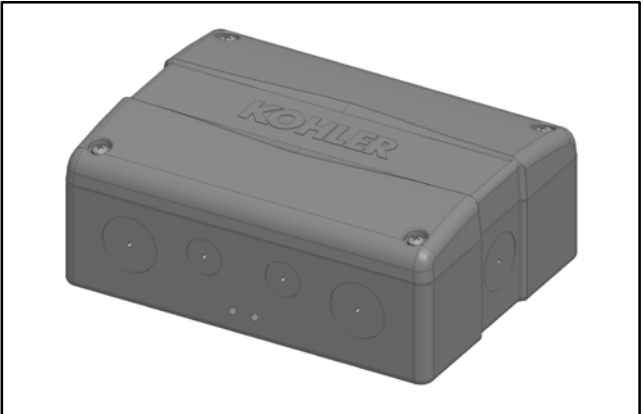

Figure 2-13 Module de relais d'alimentation Kohler
Les modules de relais d'alimentation Kohler® incluent un relais d'alimentation installé dans un boîtier NEMA type 3R. Raccorder jusqu'à quatre (4) modules de relais d'alimentation à un nécessaire de délestage. Voir l'illustration d'un module de relais d'alimentation à la Figure 2-13.